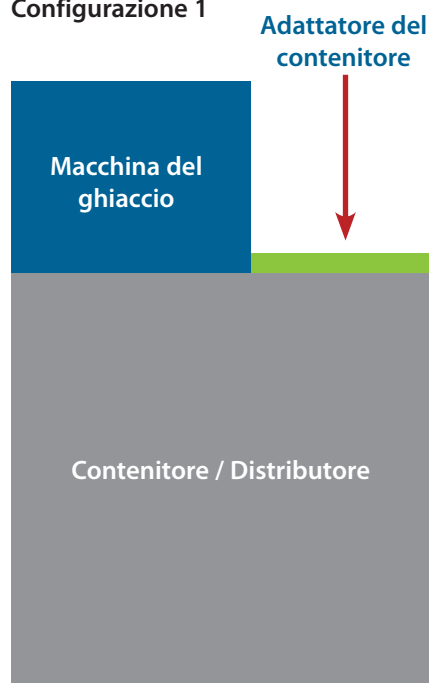

Fig. 5 TCIM installato sul lato sinistro del contenitore / distributore.
- TCIM sul lato sinistro (configurazione 1; vedi Fig. 5)